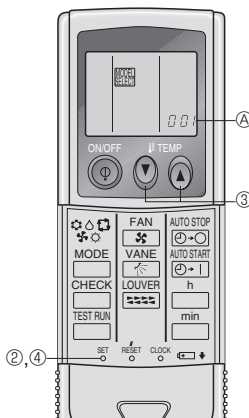

Fig. 6-8
1) Preparación inicial (Fig. 6-8)
- ① Introduzca las pilas.
- ② Pulse el botón SET con algún objeto puntiagudo.